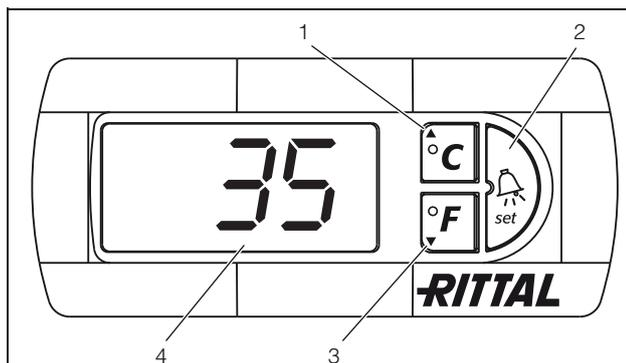

Abb. 21: Displayanzeige und Systemanalyse des e-Comfortcontrollers
Der e-Comfortcontroller verfügt über eine 7-Segment-Anzeige (Abb. 21, Nr. 4). Auf ihr wird nach dem Einschalten der Stromversorgung zunächst für ca. 2 Sek. die aktuelle Softwareversion angezeigt. Im normalen Betrieb stellt die Anzeige sowohl die Temperatur (in Grad Celsius oder Grad Fahrenheit umschaltbar) als auch Störungsmeldungen dar.
Die Programmierung des Gerätes nehmen Sie über die Tasten 1 – 3 (Abb. 21) vor. Die Parameter dazu erscheinen ebenfalls in der Anzeige.
- Drücken Sie gleichzeitig die Tasten 1 und 2 (Abb. 21) für min. 5 Sek.
Mit den Tasten 1, 2 und 3 (Abb. 21) können Sie die Parameter innerhalb der vorgegebenen Bereiche (Min.-Wert, Max.-Wert) verändern.
Der Eco-Mode dient zur Energieeinsparung des Luft/Wasser-Wärmetauschers bei keiner oder kleiner Wärmelast im Schaltschrank (z. B. Standby-Betrieb, keine Produktion oder Wochenende). Dabei wird der Lüfter des Wärmetauschers bedarfsgerecht abgeschaltet, wenn die aktuelle Schaltschrank-Innentemperatur 10 K unter die eingestellte Solltemperatur fällt. Um die aktuelle Innentemperatur auch währenddessen zuverlässig zu erfassen, läuft der Ventilator zyklisch alle 10 Minuten für 30 Sek. an (siehe Abb. 21). Erreicht die Innentemperatur wieder den Bereich 5 K unter eingestelltem Sollwert, schaltet der Ventilator wieder in den Dauerbetrieb. Falls gewünscht, kann der Eco-Mode über das Bediendisplay deaktiviert werden. Hierfür wird in der Programmier Ebene der Parameter von 1 auf 0 umgeschaltet (siehe Tab. 7, Seite 14). Der Ventilator läuft dann im Dauerbetrieb.